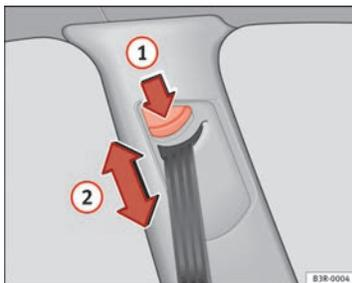

Abb. 16 Gurthöheneinstellung (Umlenkschlag)
- Drücken Sie die Taste ⇒ Abb. 16 (1) der Gurthöheneinstellung.
- Verschieben Sie den Umlenkschlag nach oben bzw. unten, bis der Schultergurtteil ungefähr über die Schultermitte – **keinesfalls über den Hals** – verläuft ⇒ Abb. 16 (2), ⇒  in Gurtbandverlauf auf Seite 26.